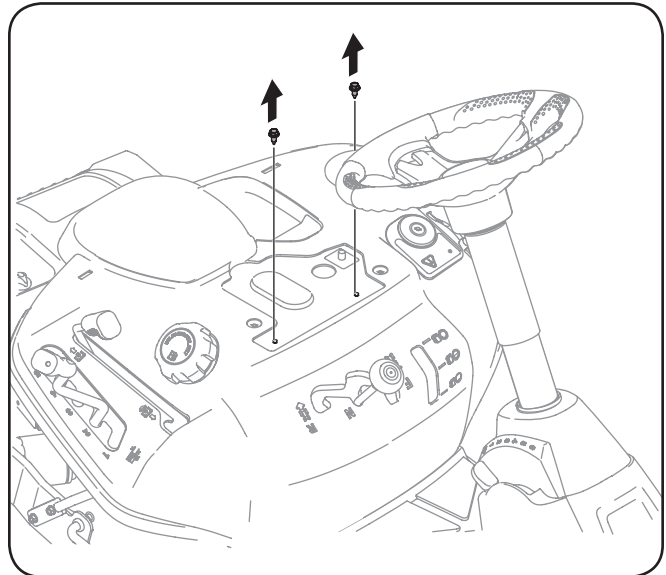

Figura 3-6
2. Extraiga los dos pernos autorroscantes instalados en fábrica en el tractor. Vea la Figura 3-6.